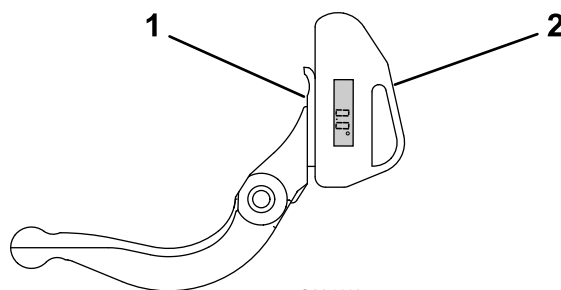

図 28
1. 図 28 に示すように、ベッドナイフの底部に傾斜計をセットする。